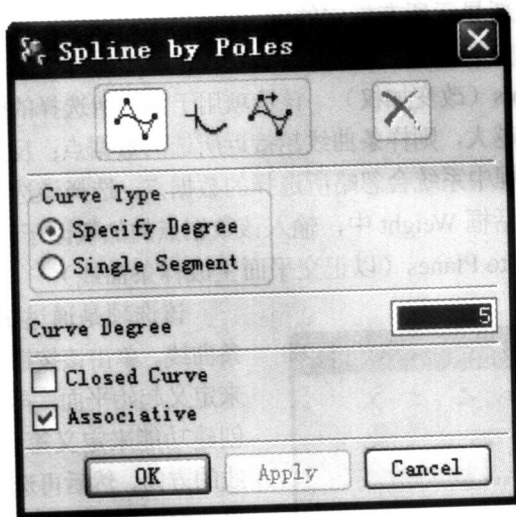

图 1-17 Spline by Poles 对话框
(2) 单击菜单栏 Insert→Curve→Spline by Poles 选项或者单击图标，弹出如图 1-17 所示的对话框。该对话框与 Spline by Points 类似，这里就不具体说明了。